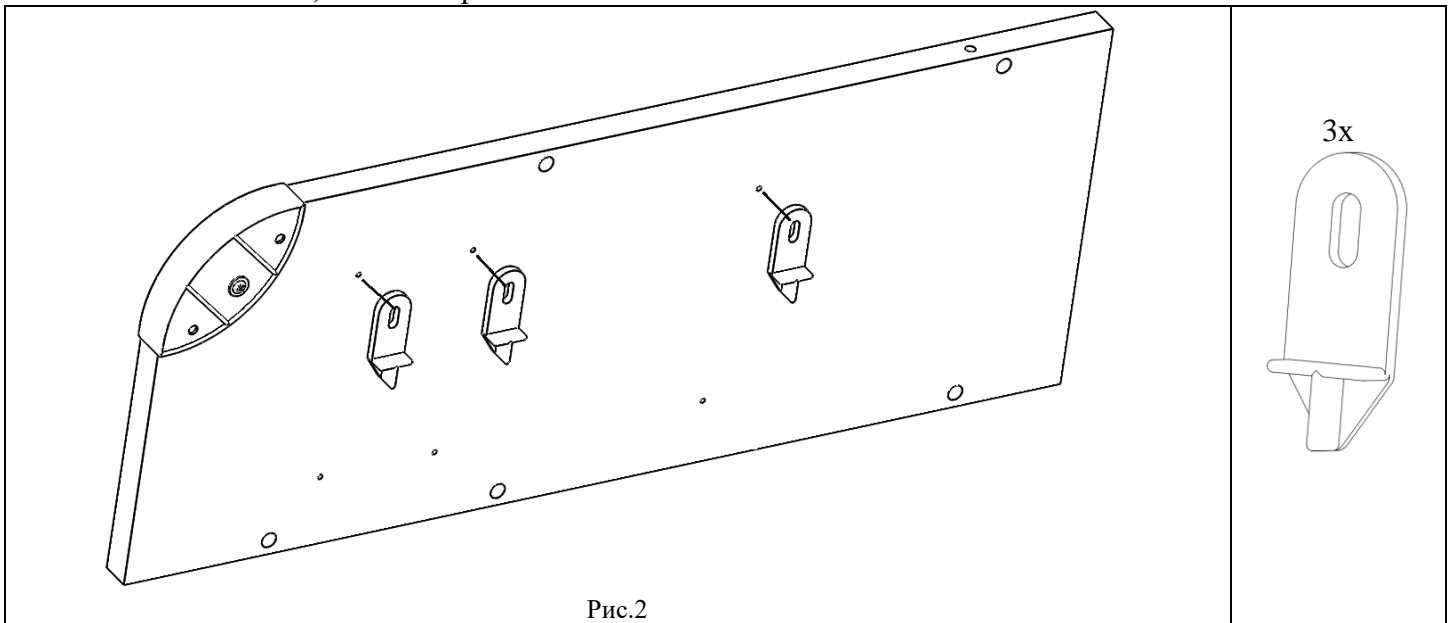

Рис.2
4.1.2. К сборке по п.4.1.1. в горизонтальном положении приложить ГУВ.06.203. Шайбу (поз.8, пакет № 138а) согласно рис.2 и 2а.
Рис.2а